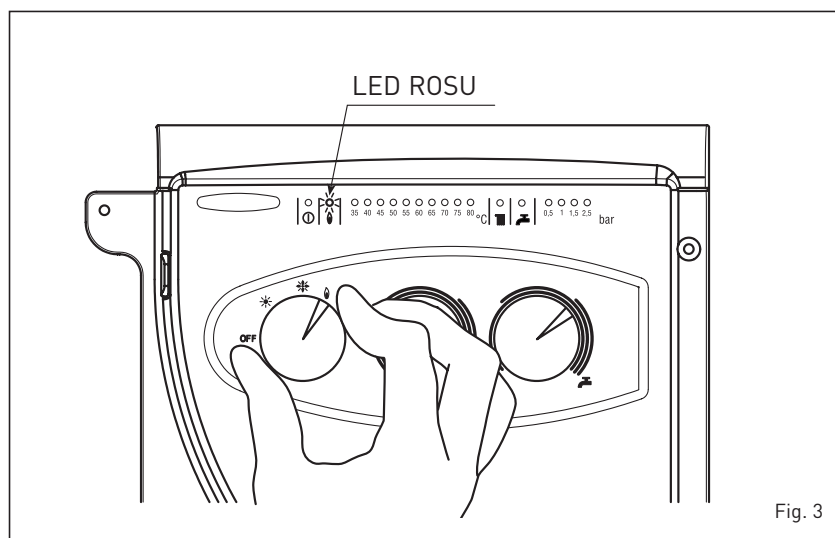

Fig. 3
– Blocarea aprinderii (fig. 3)